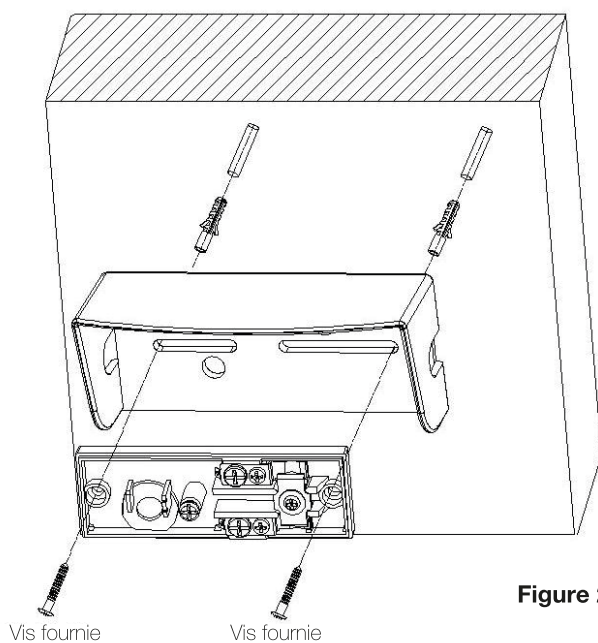

Figure 2
2. Percez ensuite 2 trous comme sur le schéma en figure 2. Il est également possible d'ajouter une casquette de protection (Non fournie de référence 990247)